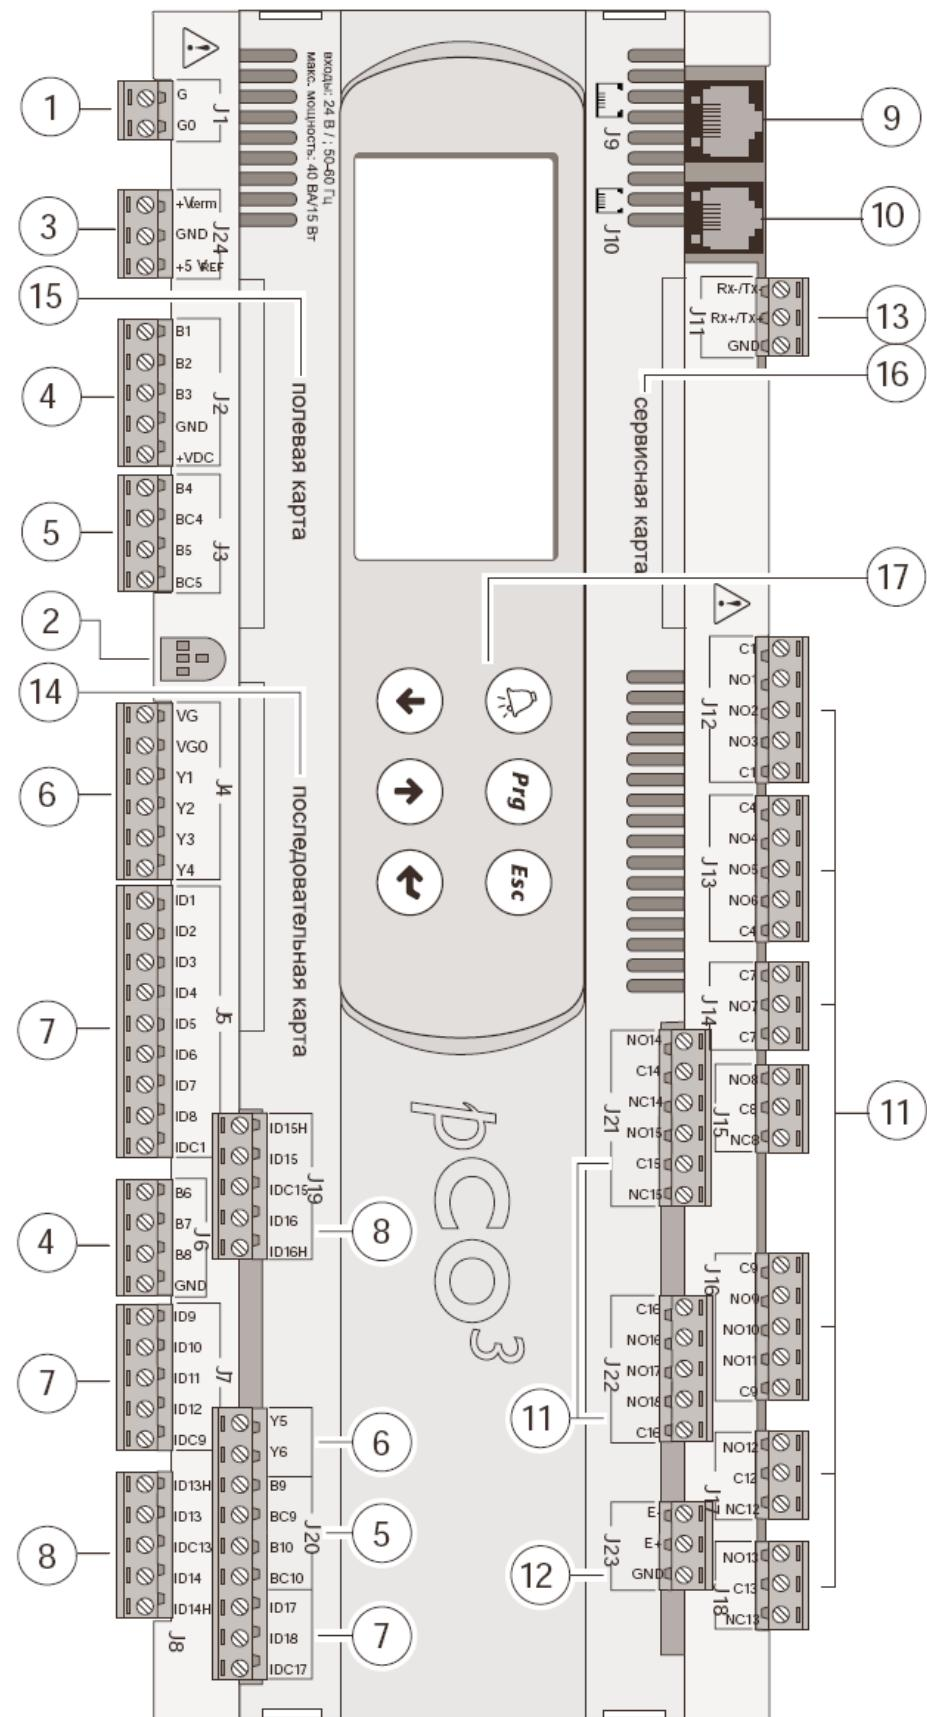

Рис. 3
Сведения о требованиях см. на рис. 3 – 5 (ссылка NO\*, NC\* и C\*). Обратите внимание на наличие выходов с контактами переключения, поддерживаемыми порознь (т. е., без полюсов, разделяемых между различными выходами). Группы, содержащие от 2 до 5 выходов, имеют 2 «общих» полюса для упрощения компоновки.
**Обозначения (рис. 3 – 5)**